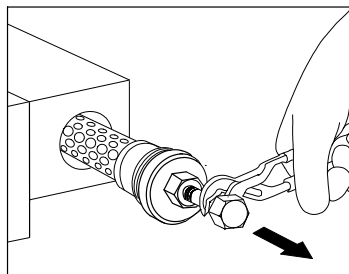

Fig. 5-8
6. Retire o cartucho filtrante puxando-o para fora com um alicate apropriado (fig. 5-8).